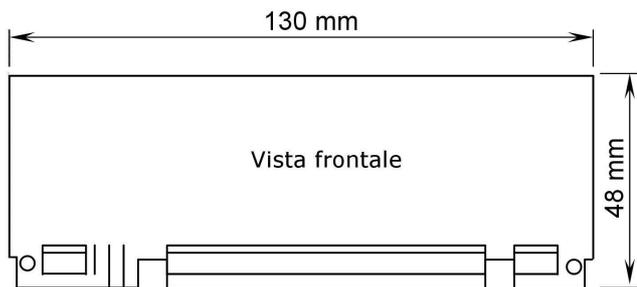
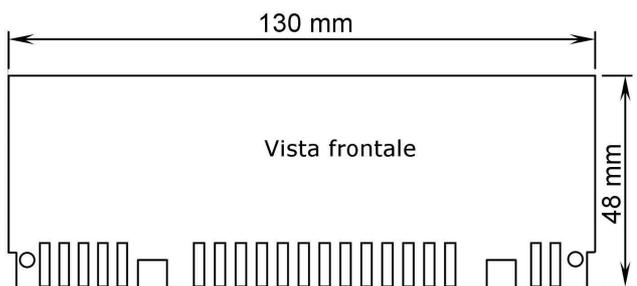

Fig. 5
Fig. 6
Nelle seguenti figure sono invece riportate le principali dimensioni del dispositivo DFC M/E in Fig. 5 (versione con connettori Molex maschio e fast-on). In Fig. 6, infine, sono riportate le dimensioni del dispositivo DFC M/E..S (versione saldabile direttamente al circuito stampato).
- Per connettere i tipi DFC \_ \_ \_S\_ (saldabili direttamente sul circuito stampato) vedere le indicazioni per il layout della scheda illustrate nella Fig. 6.